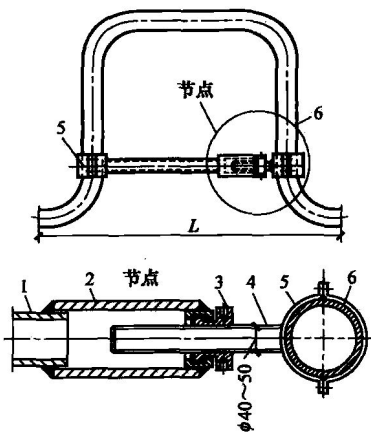

图 1-14 撑拉补偿器用的螺栓杆
a. 方型补偿器在安装前,应检查补偿器是否符合设计要求,补偿器的三个臂是否在一个水平上。安装时用水平尺检查,调整支架,使方型补偿器位置标高正确,坡度符合要求。同时,把撑拉补偿器用的螺栓杆(如图 1-14 所示)和补偿器一起安好